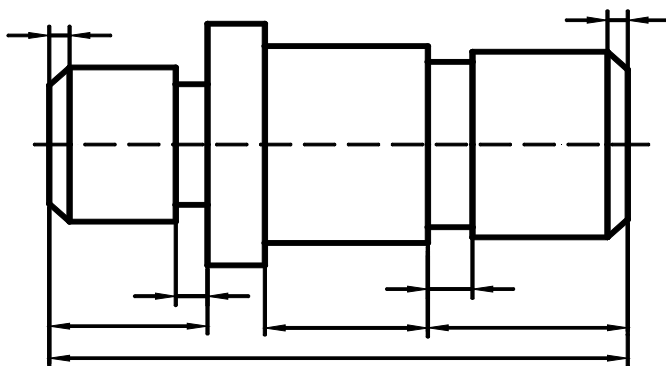

Fig. 2.12. Cotare combinată
- **cotarea combinată**, care îmbină ambele metode precedente pe aceeași proiecție și este cea mai utilizată metodă la cotarea desenelor tehnice (fig. 2.12);